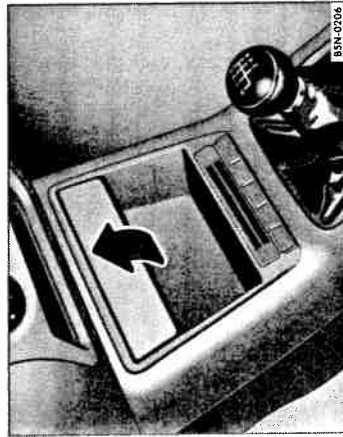

Fig. 74 Compartimentul de depozitare din față.
- Pentru deschidere, ridicăți capacul compartimentului ⇒ fig. 74.